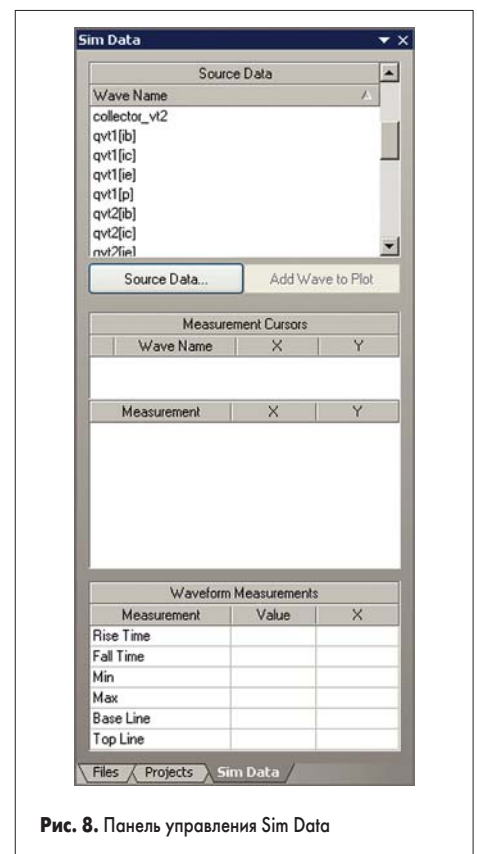

Рис. 8. Панель управления Sim Data
- Обратим внимание, что на панели управления появится вкладка Sim Data. Перейдем на эту панель, щелкнув левой кнопкой мыши на этой вкладке (рис. 8).